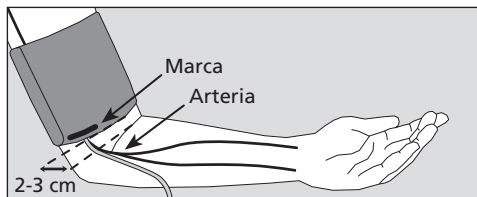

Figura 4
- ➔ Mueva el brazalete abierto en forma de anillos por el antebrazo hasta que el borde inferior se encuentre aprox. a 2o 3 cm por encima de la parte interior de la articulación del codo. Además, el brazalete debe colocarse de tal modo que la marca se encuentre sobre la arteria (véase figura 4).
⚠ El anillo metálico **no debe** quedar nunca sobre la arteria (véase figura 4), puesto que esto falsearía el resultado de los valores de medición.